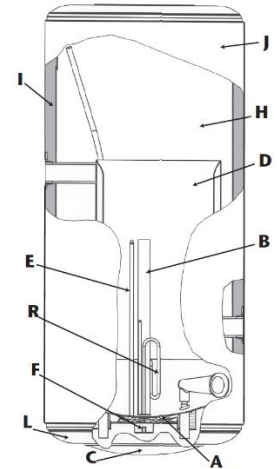

Fig. 1
- 4°) Nel bagno non installare questo prodotto nelle zone V0 e V1 (vedi pag. 3, fig.1). Prevedere una vasca di raccolta con flusso di scolo nella fognatura nel caso in cui lo scaldacqua venga installato sopra un locale abitabile.